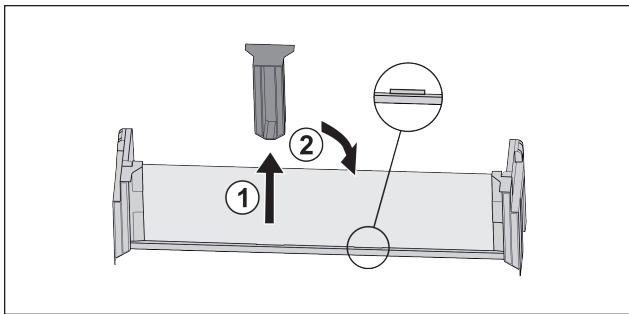

Fig. 85
- ▶ Estrarre l'elemento di supporto centrale Fig. 85 (1).
- ▶ Inserire l'elemento di supporto centrale sulla seconda posizione Fig. 85 (2).